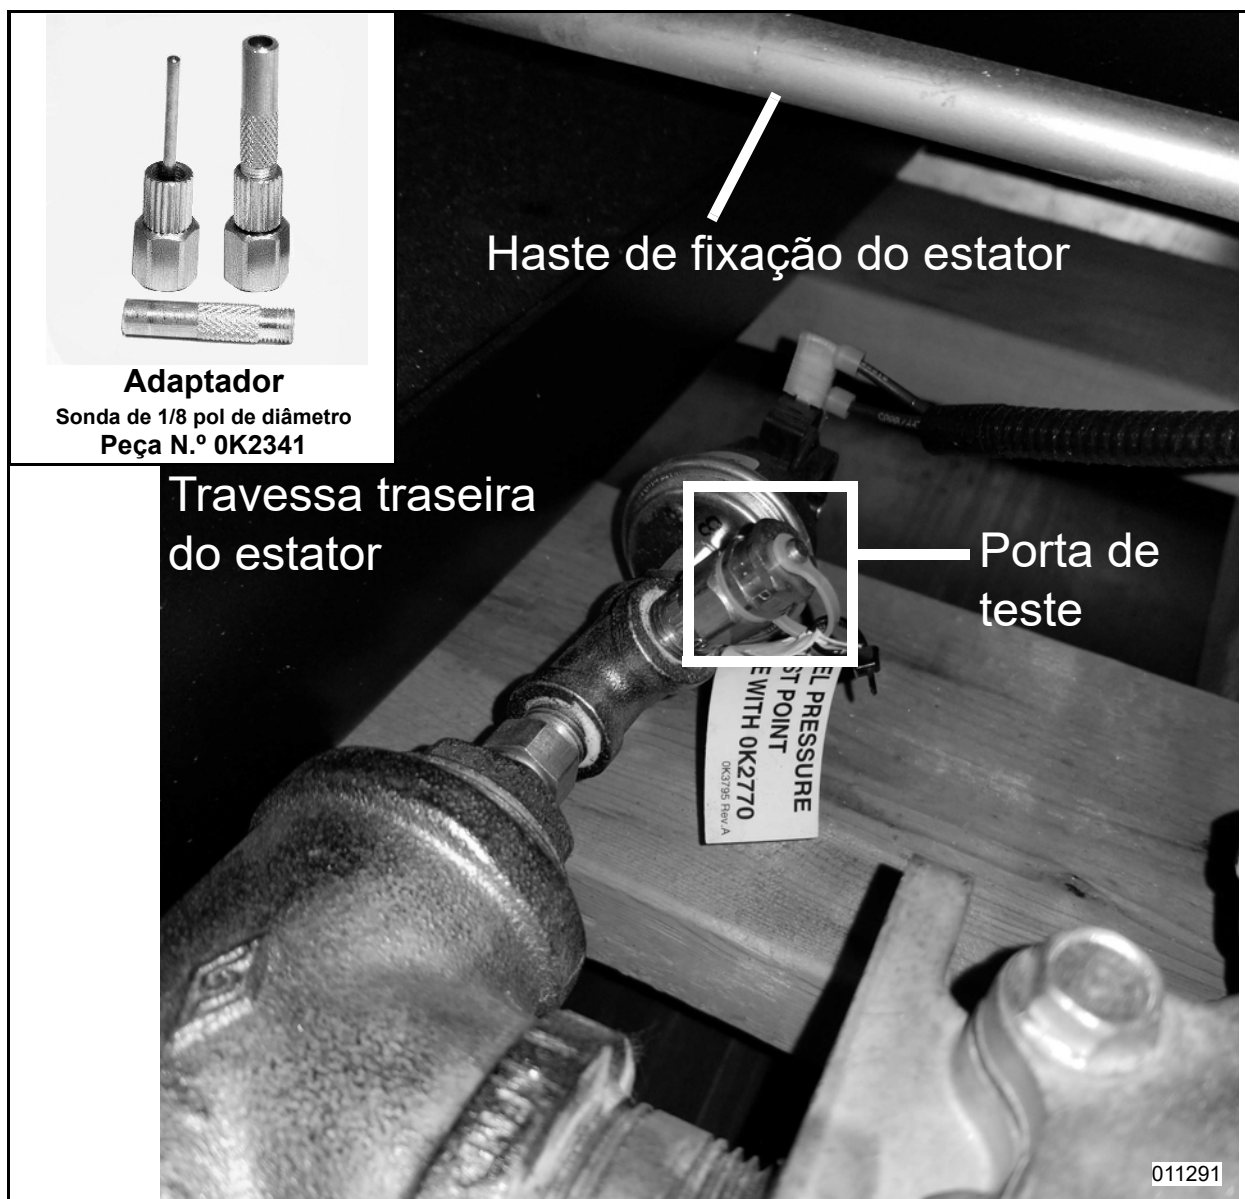

Figura 4-5. Ponto de teste de pressão de combustível
1. Consulte Figura 4-5. Usando um manômetro de pressão adequado ou manômetro de água, meça a pressão do combustível para o gerador em uma porta de teste localizada nas válvulas de corte do solenoide de combustível.